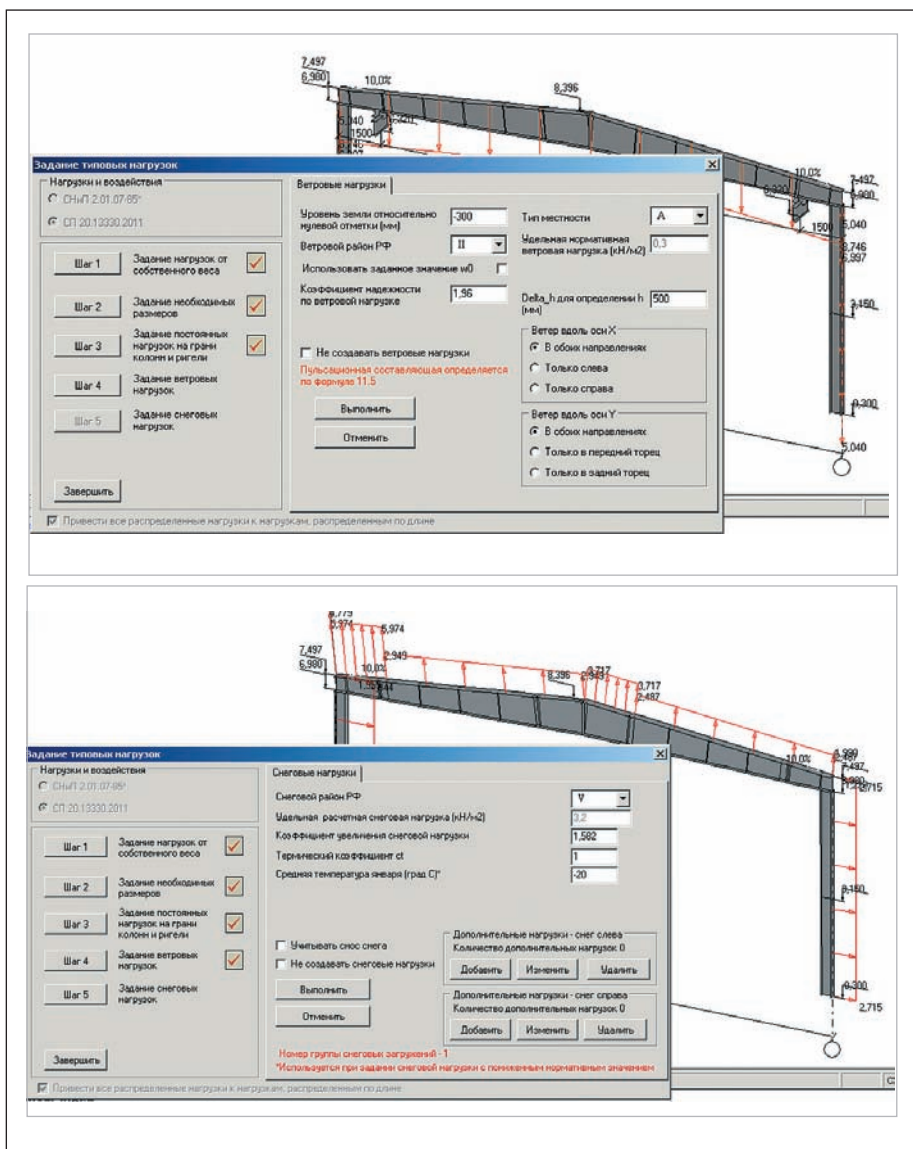

Рис. 3. Окна задания параметров для автоматического создания типовых общих загрузок
2. В программе Гепард-А путем задания основных параметров (рис. 3) автоматически создаются типовые нагрузки (собственный вес, постоянные, снеговые, ветровые с учетом пульсационной составляющей и крановые нагрузки).